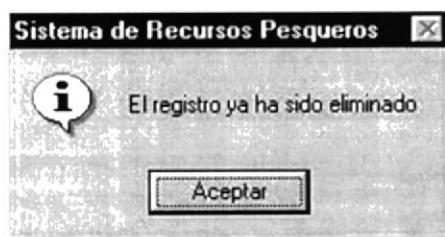

Figura 9.97 Mensaje de ya eliminado
4. Si el Tipo de Proceso que desea eliminar ya ha sido eliminado, aparecerá el siguiente mensaje (ver figura 9.97)